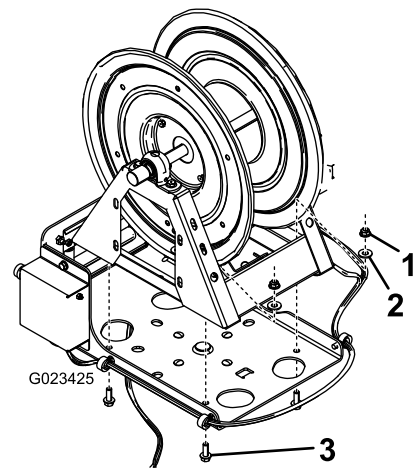

Figura 11
5. Sujete el carrete de la manguera al soporte giratorio con 4 pernos (3/8-16 pulgada), 4 arandelas (7/16 pulgada) y 4 tuercas con arandela prensada (3/8-16 pulgada), según se muestra en Figura 11.